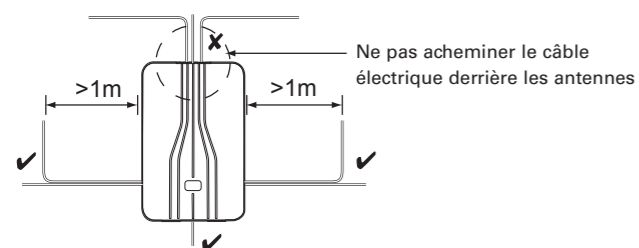
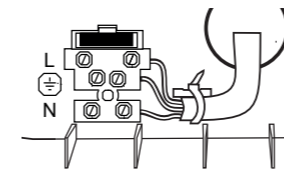

Figure 2. Acheminement du câble électrique
Figure 5. Connexions secteur
- Le câble électrique doit être tenu à l'écart et rester éloigné des antennes (Figure 2).
Connecter le câble électrique au bornier (Figure 5) et monter un collier de serrage. Confirmer que le câble électrique est acheminé comme indiqué dans la Figure 2.